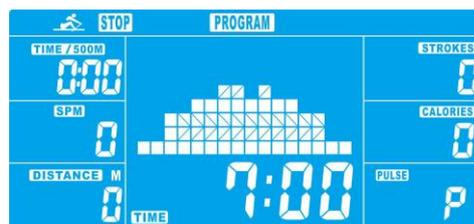

Figure5
- 5.3 Appuyer sur le bouton UP (augmenter) ou DOWN (diminuer) pour présélectionner le temps (TIME), (figure 5) et appuyer sur ENTER pour confirmer.